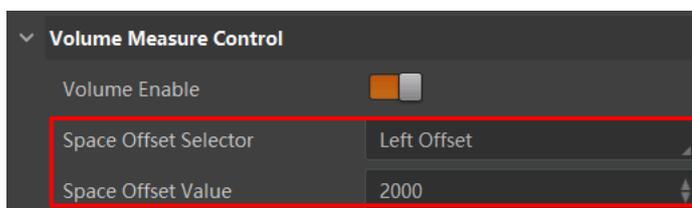

图3-16 物理空间过滤参数设置
2. 然后根据实际情况设置对应的 Space Offset Value 参数值，将干扰物与测量物隔离，如图 3-16 所示。